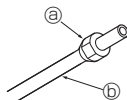

Fig. 5-5
5.2.3. Zakładanie nakrętki (Fig. 5-5)